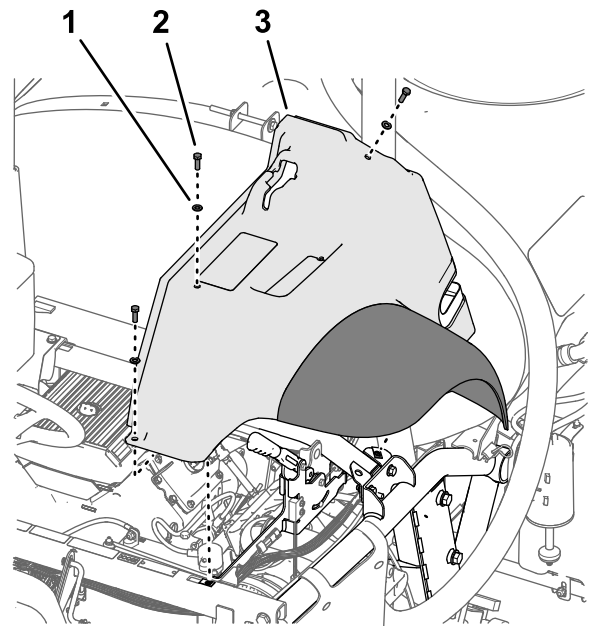

Bild 219
4. Befestigen Sie den Kotflügel mit den drei Bundkopfschrauben (5/16" x 1") und drei Scheiben (5/16"), die Sie in Schritt 2 in Abnehmen der linken und rechten vorderen Kotflügel \(Seite 11\) entfernt haben, lose am Rahmen (Bild 219).